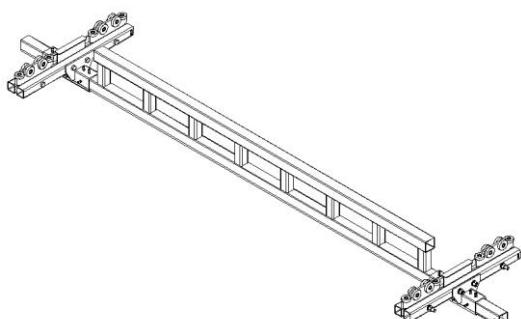

图 5F
5.19 将主梁提升到固定型轨，同时将型轨小车插到固定型轨的端口（如图 5F）。确定主梁的源供给端与固定型轨的电源供给端在同一侧。有关电源供给配件，请参见第八步。